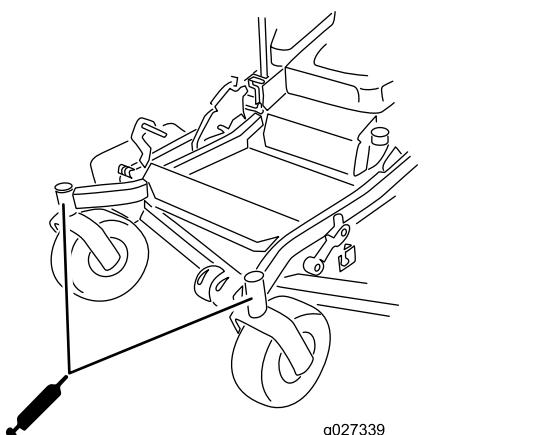

Figure 45
11. Graissez les roulements des roues pivotantes (Figure 45).